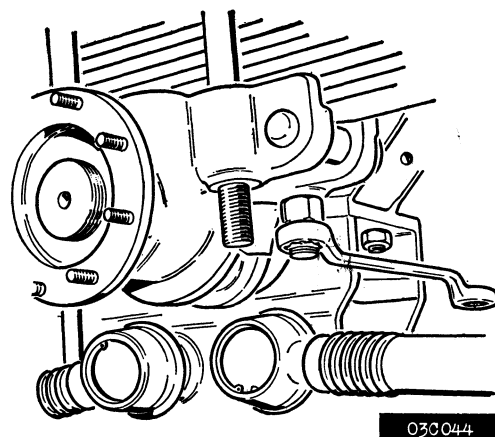

Fig. 5.
5. Verwijder de veerstroppen (fig. 5) en maak de klembouten van de hoofdaslagerstoel los.